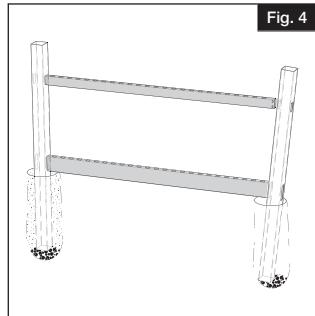

Fig. 4
- a. Insert top and bottom rails into top and bottom post hole routes of both posts (Fig. 4).
- a. Insérer la traverse supérieure et la traverse inférieure dans les trous toupillés dans les deux poteaux (Fig. 4).